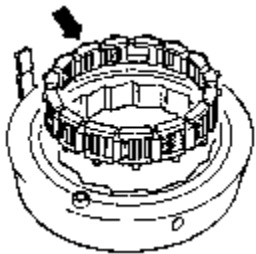

图 7-117 装入保持架
(2) 装入带滚柱和弹簧的保持架，大的凸缘（图 7-117 中箭头所示）应朝上安装。